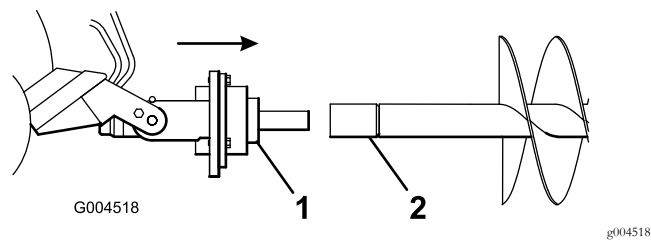

Figure 7
7. Manœuvrez l'arbre d'entraînement dans l'extrémité de la tarière ou de la rallonge (le cas échéant) (Figure 7).